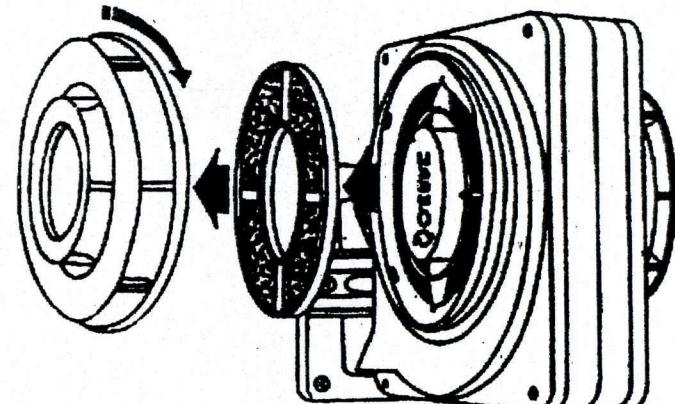

Fig. 5
- 2) Togliere, ruotando in senso antiorario, le due cappette raccogligrasso e i rispettivi filtri in resina sintetica (Fig. 5).
- 2) Take away, turning anti-clockwise, the two grease collectors covers and the respective synthetic resin filters (Fig. 5).
- 2) Durch eine Linksdrehung sind beide Fettdeckel und die entsprechenden Filter aus Kunstharz abzunehmen (Bild. 5).
- 2) par un rotation en sens inverse des aiguilles d'un montre, démonter les deux déflecteurs et les filtres en résine synthétique correspondants (Fig. 5).